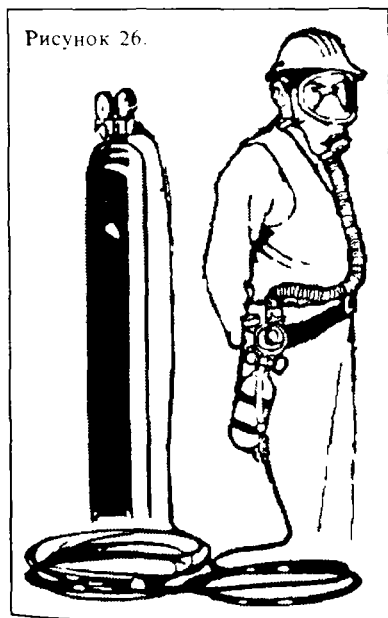

Рисунок 26.
2. Дыхательный аппарат с подачей воздуха из стационарных баллонов (рис. 26). Это разновидность автономного